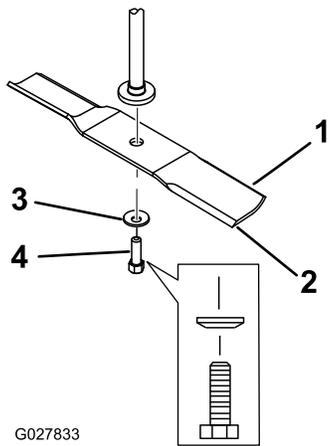

図 55
2. スピンドルのシャフトからブレードボルト、湾曲ワッシャ、ブレードを取り外す 図 55。
- 湾曲ワッシャ、ブレードボルトを、スピンドルシャフトに取り付ける 図 55。
- スピンドルシャフトにブレードを取り付ける (図 55)。